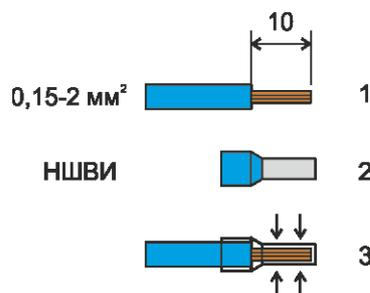

Рисунок 5 - Оконцовка многожильных проводов
- 3) Концы многожильных проводников всех внешних кабелей сечением (0,15–2) мм2 предварительно разделать на 10 мм (снять изоляцию) и оконцевать методом опрессовки (рисунок 5). Если проводники закрепляются в клеммную колодку под винт, то для многожильных проводов использовать штыревые втулочные наконечники типа НШВИ соответствующего диаметра. Опрессовку производить пресс-клещами.